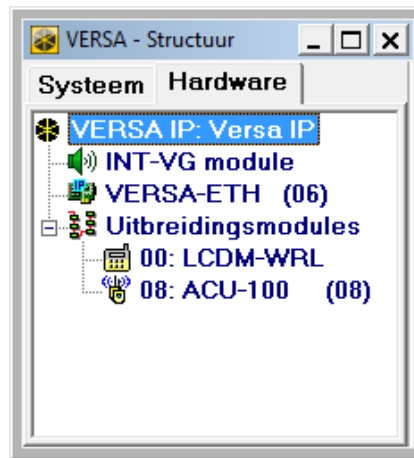

Fig. 12. DLOADX programma: Voorbeeld van apparaten aangesloten op het alarmsysteem en worden getoond in het "Hardware" tabblad, "Versa – Structuur" scherm.
- DLOADX programma: "Versa – Structuur" scherm → "Hardware" tabblad. U vindt de lijst met apparaten aan de linkerkant van het scherm (Fig. 12). Klik op de naam van het apparaat welke u wilt configureren.